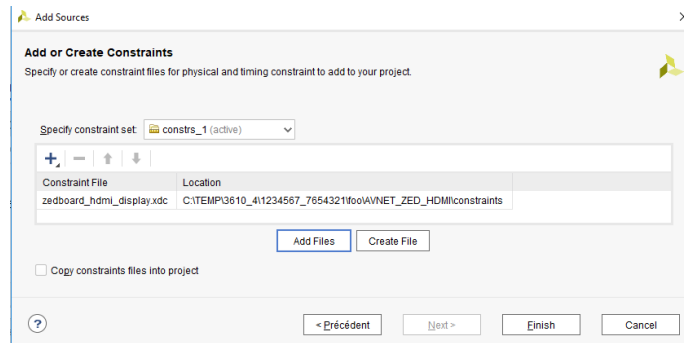

FIGURE 14 – Ajout du fichier de contraintes
- (c) Ajoutez le fichier `ip_repo/AVNET_ZED_HDMI/constraints/zedboard_hdmi_display.xdc` (figure 14).